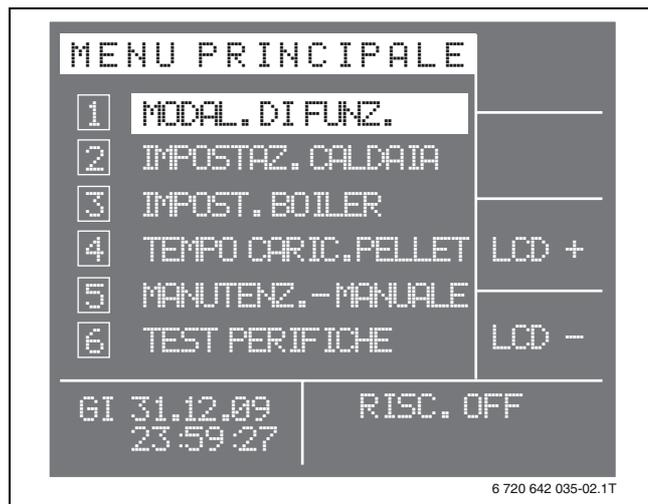

Fig. 3 Menu principale - pagina 1
- ▶ Premere il tasto F3 (**LCD +**) o il tasto F4 (**LCD -**) per impostare il contrasto del display (→ fig. 3).